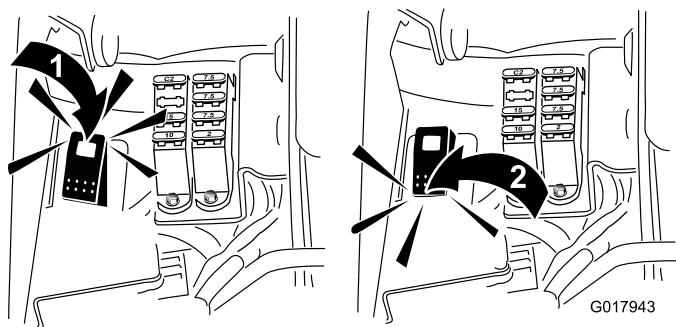

Figura 53
5. Posizionate l'interruttore di lappatura in posizione di retromarcia (R) (Figura 53).